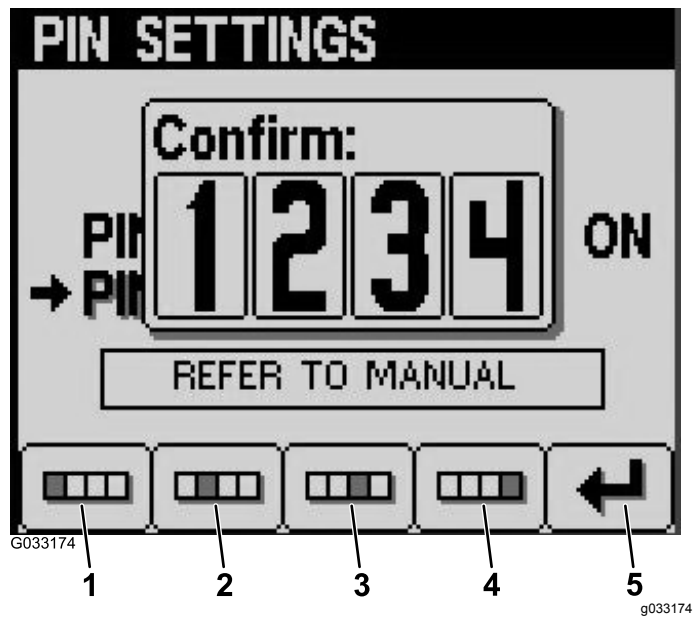

Figura 26
8. Compruebe el PIN nuevo usando los botones 1 a 4, y pulse el botón 5 para terminar (Figura 26).